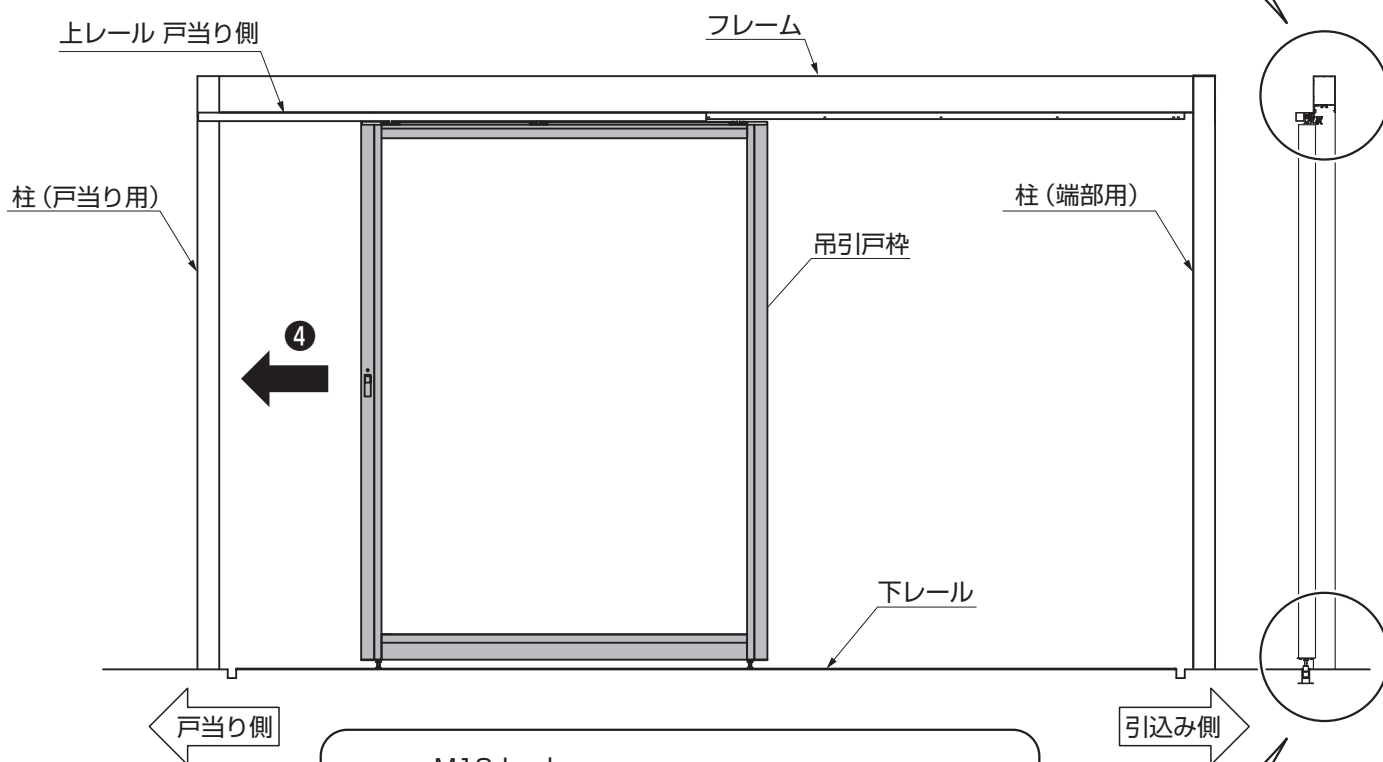

図6-7 下部詳細図
- ④吊引戸枠を戸当り側方向に移動させてください。
- ⑤下ローラーのM10ナットをゆるめて下ローラー長さを調整してください。(図6-7参照)
- ⑥下ローラーがレールの底に接触していないことを確認してM10ナットを仮締めしてください。